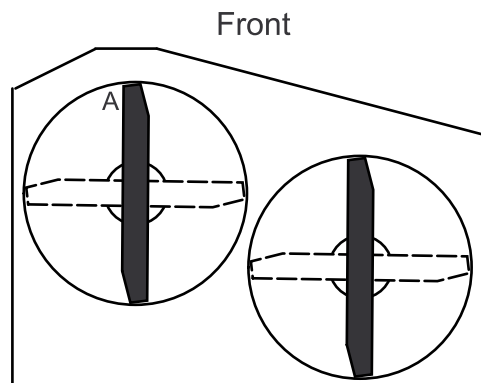

Figura 62
3. Con la macchina su una superficie piana, posizionate una lama longitudinalmente. Misurate al punto A e da una superficie piana fino al tagliente della punta della lama (Figura 62).